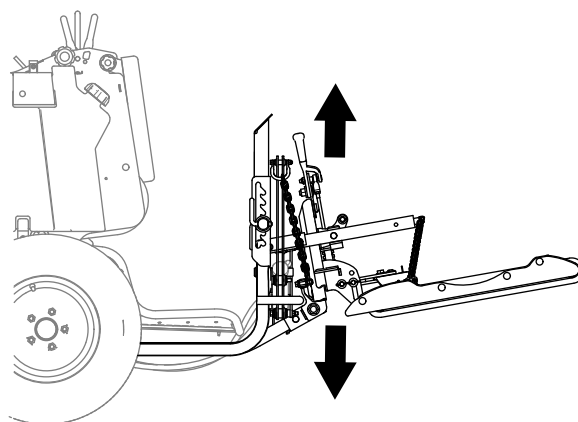

Figura 56
2. Utilice el control de elevación del apero trasero (**Figura 56**) para ajustar la posición de un apero trasero opcional, como se indica a continuación: